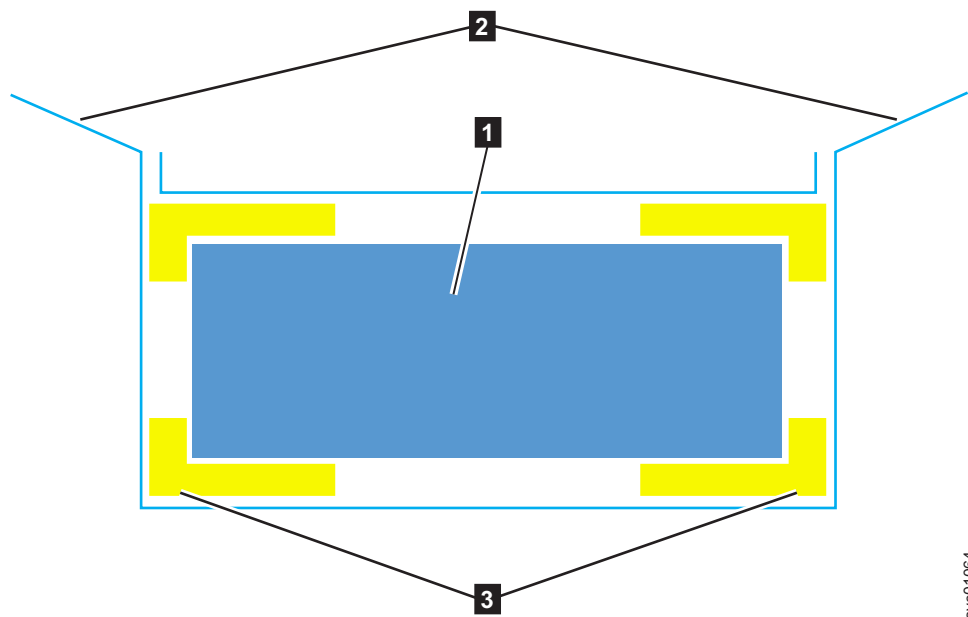

Рисунок 50. Упаковочные материалы
3. Надрежьте углы коробки и загните их вниз, чтобы открыть корпус расширения (см. рис. 50 на стр. 59).